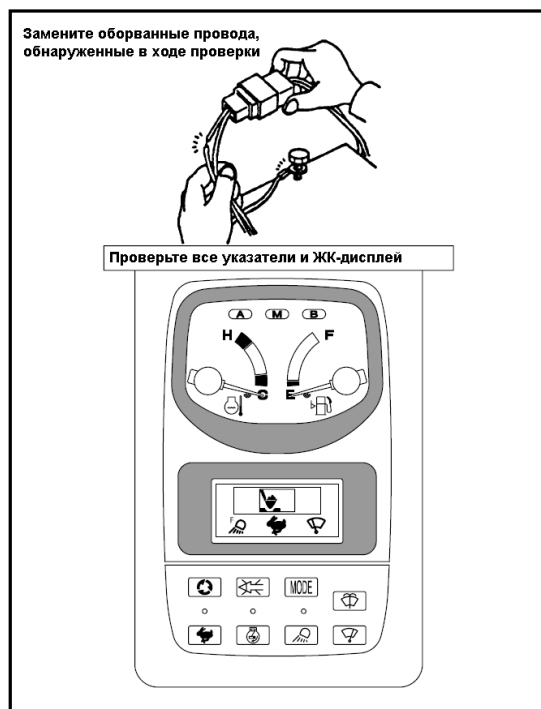

Рисунок 4.37
4. Проверьте правильность работы всех указателей и ЖК-дисплея на приборной панели (рисунок 4.37).